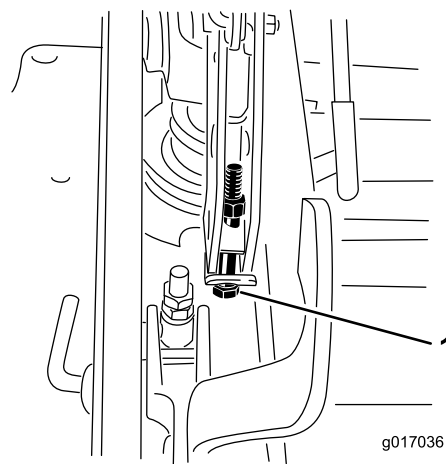

Figura 103
12. Si la carcasa está demasiado baja, apriete el perno del ajuste de un solo punto girándolo en el sentido de las agujas del reloj. Si la carcasa está demasiado alta, afloje el perno del ajuste de un solo punto girándolo en el sentido contrario a las agujas del reloj (Figura 103).